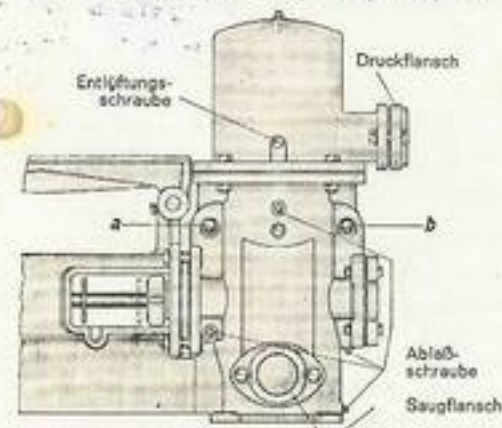

Abb. 4
3.53 Frostschutzentleerung bei den Typen W und HD 2½, 3, 4 (Abb. 4): Pumpe stillsetzen. — Alle Verschlussschrauben herausschrauben (W 4 und HD 4 beidseitig entleeren). Vor erneuter Inbetriebnahme der Pumpe alle Verschlussschrauben hineinschrauben. Bei allen Verschlussschrauben auf die Dichtung achten. Bei Anlagen mit Druckkessel erst den Druckkessel, dann die Pumpe entleeren.